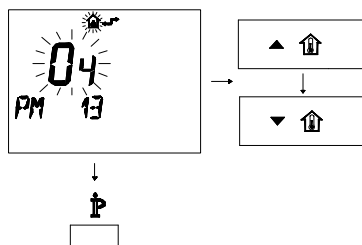

Figura 5.47
- Per modificare il SET programmato agire sui pulsanti ▲⏮ o ▼⏭ e aspettare che il numero programmato cominci a lampeggiare (Figura 5.47).